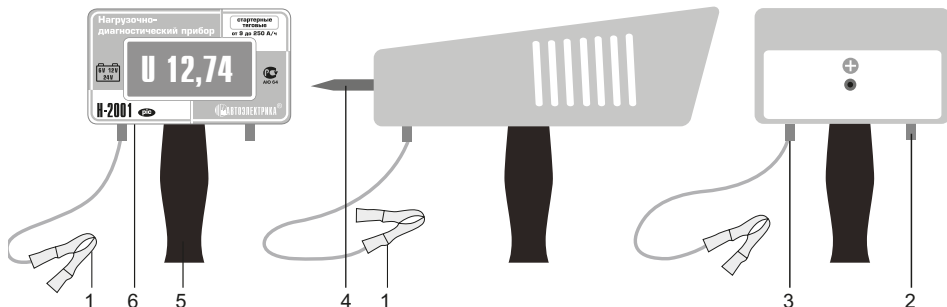

Рис. 1.
9.1.1. Выносным зажимом «крокодил» « - » ① (рис. 1) с надежным контактом подсоединиться к клемме « - » батареи, а щупом ④ без нажима к клемме « + ».
9.2.1. Установить съемный провод ① (рис. 1) к клемме крепления нагрузки ② или ③ в соответствии с емкостью испытуемой батареи, обеспечив надежный контакт (дублирующая схема подключения расположена на крышке прибора).
9.3.1. Подсоединить провод с зажимом ① (рис. 1) к клемме «-» АКБ, а щупом ④ осуществить контакт с клеммой «+», без нажатия на прибор.
9.4.1. Подсоединить провод с зажимом ① (рис. 1) к клемме «-» АКБ, а щупом ④ осуществить контакт с клеммой «+», без нажатия на прибор.